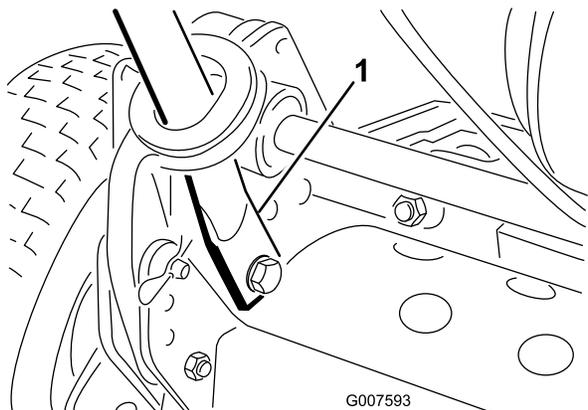

図 3
5. ハンドルの端を内側にたわめながら、取り付けピンに通す (図 3)。
6. 先ほど外したボルトとワッシャとロック・ワッシャを使って、ハンドルの端部を取り付けピンに固定する (図 3)。
7. 先ほど外したボルトとロック・ワッシャを使って、ハンドル・アームの下部を機体の左右に固定する (図 3)。ハンドル・アームの取り付け穴にブッシュを入れるのを忘れないこと。
8. 先ほど取り外したヘアピン・コッターとリング・ピンを使ってハンドル・アームをフレームに固定する (図 3)。